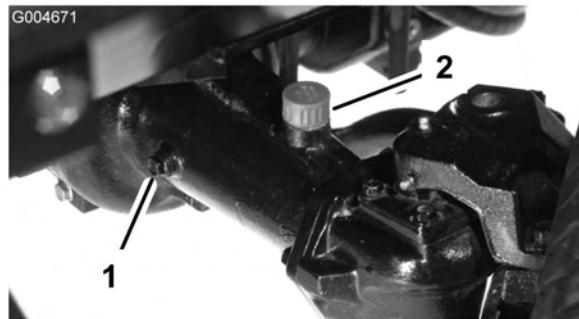

Figura 12
- Togliete il tappo di controllo da un'estremità del ponte (Figura 12) e verificate che il lubrificante raggiunga la base del foro. Se il livello è basso, togliete il tappo di riempimento (Figura 12) e rabboccate con lubrificante finché non raggiunge la base del foro del tappo di controllo.